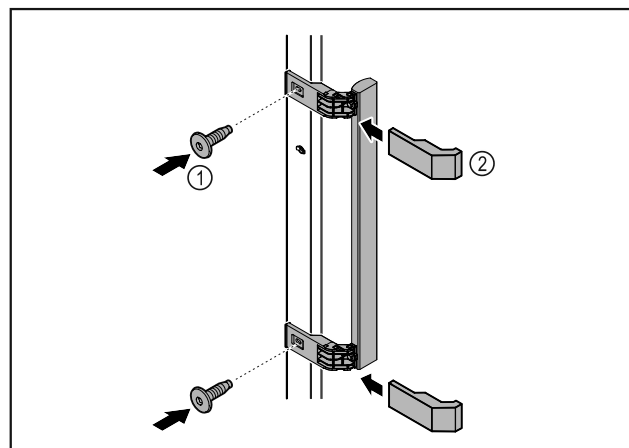

Fig. 4
- ▶ Madlo z přiloženého příslušenství upevněte na dveře pomocí přiložených šroubů Fig. 4 (1).
- ▶ Nasadte kryt Fig. 4 (2).